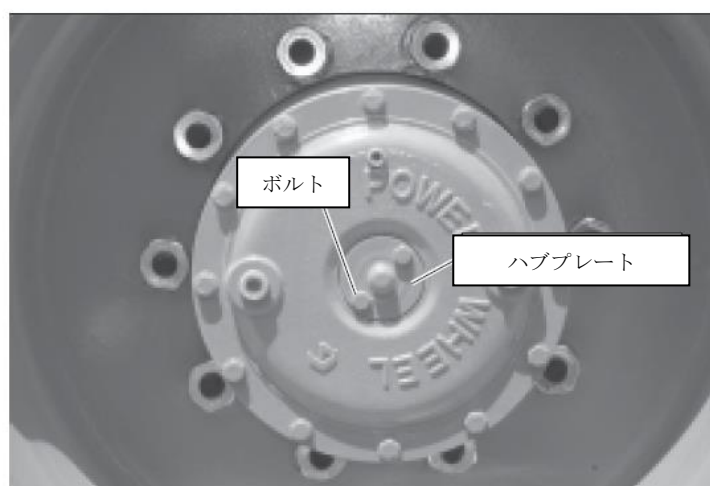

図 9.4-ドライブホイール
5. 走行ホイールの中央のプレートにあるボルトを外し、プレートを裏返しニップルポイントを内側にする。その後ボルトを戻す。これでホイールがフリーになります。(図 9.4- ドライブホイール)